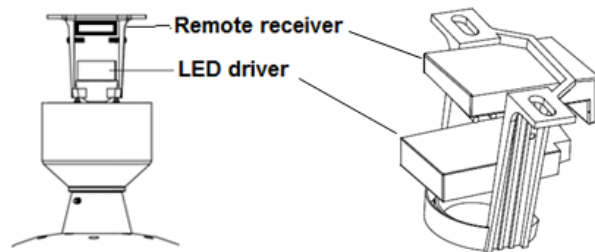

Abb. 4
1. Heben Sie den Ventilator an und platzieren Sie die Kugel der Hängestangenhalterung in der Aussparung der Deckenhalterung und sichern Sie die Kugelhalterung fest und sicher. Führen Sie die Treiberelektronik für die LED-Lampe in den unteren Teil der Halterung ein, und platzieren Sie anschließend den Empfänger für die Fernbedienung in der oben in der Deckenhalterung. **Abb. 4**